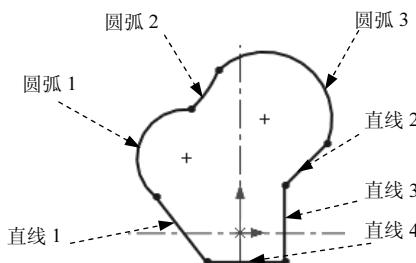
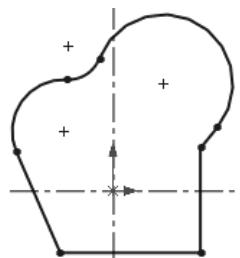

图 5.4 绘制的圆弧
图 5.5 添加几何约束
(3) 绘制圆弧。选择下拉菜单 **工具(T)** → **草图绘制实体(S)** → **三点圆弧(③)** 命令，在图形区中绘制图 5.4 所示的圆弧。
Step 4 添加几何约束。按住 Ctrl 键，选择图 5.4 所示的直线 4，系统弹出“属性”对话框，在**添加几何关系**区域单击**水平(H)**按钮。按住 Ctrl 键，选择图 5.4 所示的直线 1 和圆弧 1，系统弹出“属性”对话框，在**添加几何关系**区域单击**相切(A)**按钮。按住 Ctrl 键，选择图 5.4 所示的圆弧 1 和圆弧 2，系统弹出“属性”对话框，在**添加几何关系**区域单击**相切(A)**按钮。按住 Ctrl 键，选择图 5.4 所示的圆弧 2 和圆弧 3，系统弹出“属性”对话框，在**添加几何关系**区域单击**相切(A)**按钮。按住 Ctrl 键，选择图 5.4 所示的圆弧 3 和直线 2，系统弹出“属性”对话框，在**添加几何关系**区域单击**相切(A)**按钮。按住 Ctrl 键，选择直线 3，系统弹出“属性”对话框，在**添加几何关系**区域单击**竖直(V)**按钮。约束后的图形如图 5.5 所示。
Step 5 绘制圆角。选择下拉菜单 **工具(T)** → **草图工具(I)** → **圆角(F)...** 命令，在“绘制圆角”对话框的 **(半径)** 文本框中输入圆角半径值 58。分别选取图 5.4 所示的直线 1 与直线 4，系统便在这两个边之间创建圆角。
Step 8 添加几何约束。按住 Ctrl 键，选择图 5.4 所示的圆心 1 与竖直中心线，系统弹出“属性”对话框，在 **添加几何关系** 区域单击 **重合(O)** 按钮；按住 Ctrl 键，选择图 5.4 所示的圆心 2 与竖直中心线，系统弹出“属性”对话框，在 **添加几何关系** 区域单击 **重合(O)** 按钮；按住 Ctrl 键，选择图 5.4 所示的圆心 3 与直线 3，系统弹出“属性”对话框，在 **添加几何关系** 区域单击 **重合(O)** 按钮。